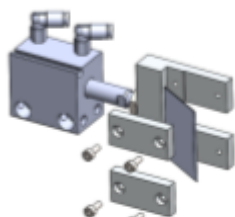

Figura 8
Paso 4: Retire los 4 tornillos con una llave macho hexagonal del soporte de cuchilla y extraiga la cuchilla (ver figura 8).